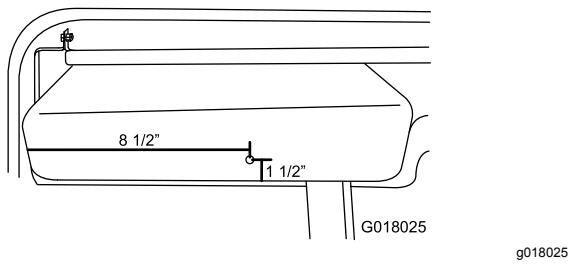

Figure 20
1. Percez un trou (5/16") dans la boîte à gants, à une distance de 216 mm du côté gauche et 38 mm du bas (Figure 20).